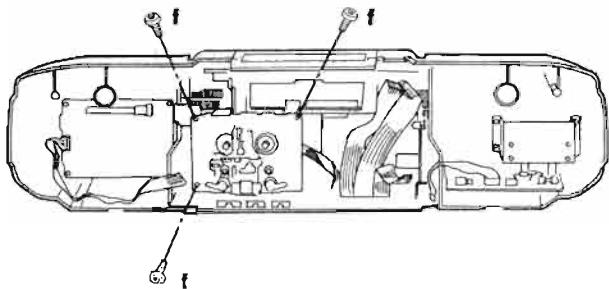

Abb. 9 Fig. 9
**4. Cass.-Laufwerk ausbauen (Abb. 9, 10)**
**4. Removal of the Cass. Mechanism (Figs. 9, 10)**